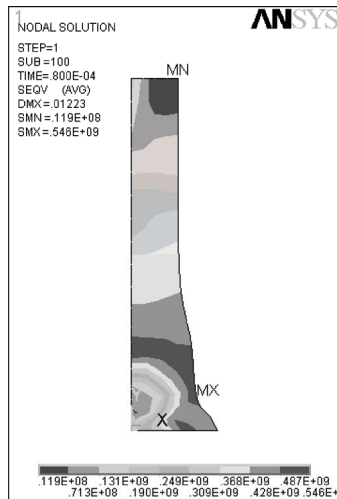

图 5-212 等效应力等值线图
3) 选择 Main Menu | General Postproc | Plot Results | Contour Plot | Nodal Solu 命令，出现 Contour Nodal Solution Data 对话框，选择 Nodal Solution | Stress | von Mises stress，单击 OK 按钮，ANSYS 显示窗口显示如图 5-212 所示的等效应力场分布等值线图。